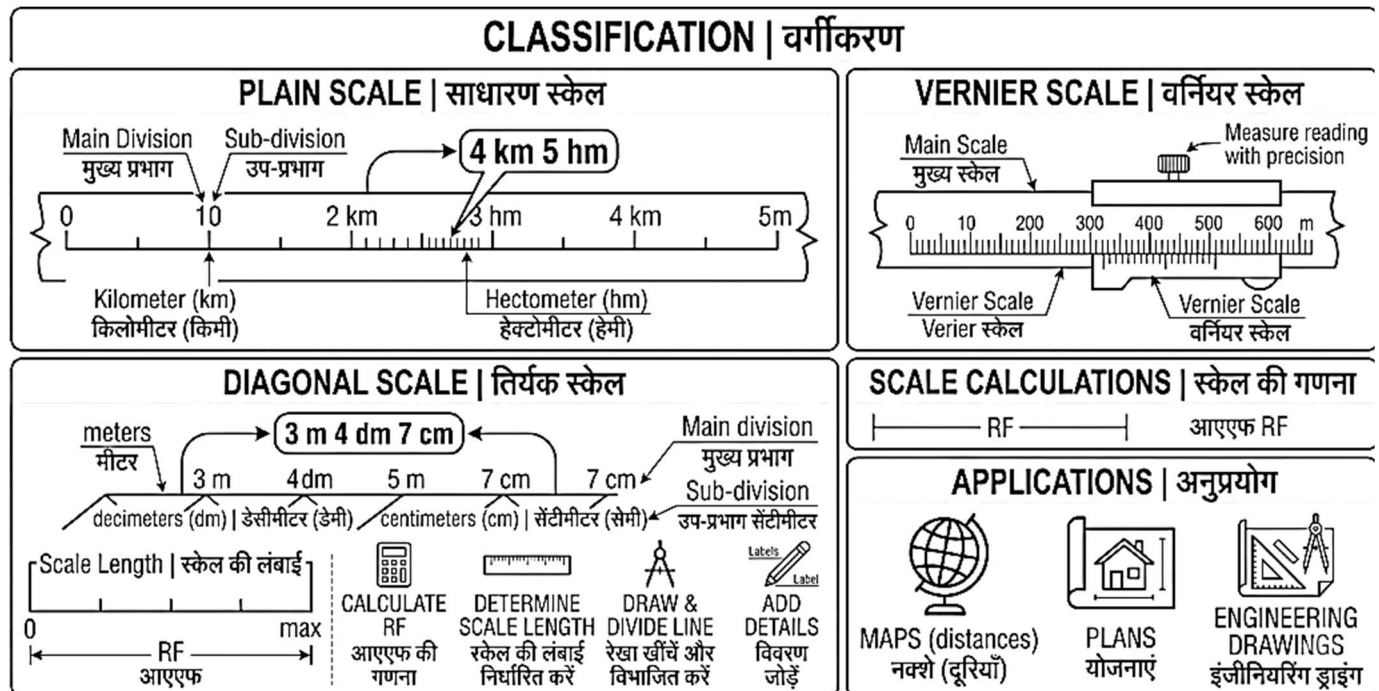

Fig. 2.8: Classification of Engineering Scales | इंजीनियरिंग स्केल का वर्गीकरण
2.8.1 Definition: (Fig. 2.8)
2.8.1 परिभाषा: (Fig. 2.8)